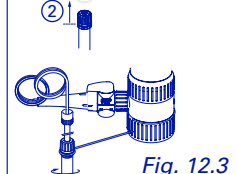

Fig. 12.3
- ③ Jet-Pen™ Halterung montieren (Abb. 12.3)
- ③ Installer le support de bec (Fig. 12.3)